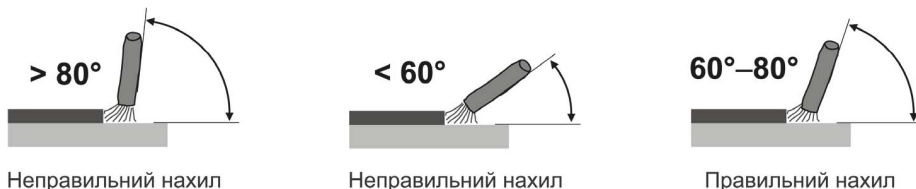

Рисунок 6. Кут розташування електрода із покриттям до деталі під час ручного дугового зварювання («ММА»).
1. Для отримання міцного зварювального з'єднання, крім правильного вибору зварювального струму, необхідно забезпечити правильне положення електрода до поверхні зварювання. Кут нахилу електрода бажано встановлювати у 60° – 80° (рис. 6). Занадто великий кут нахилу електрода призводить до утворення пористого зварювального шва, а занадто малий — до утворення великої кількості бризок металу, дуга стає нестійкою.